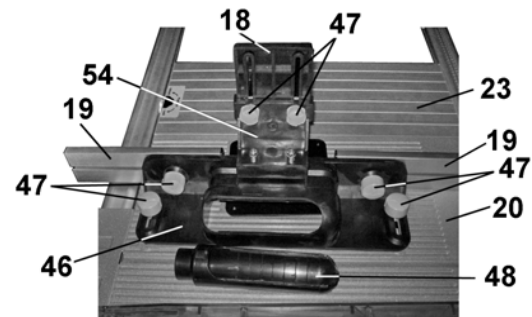

Рис.17
8.5.2. Болтовым соединением скрепите держатель планок (46) и держатель вертикальной планки (54), Рис.17. Держатель планок (46) закрепите на рабочем столе (20), Рис. 16-18. На держателе (46) установите и закрепите направляющие планки (19), вставьте (задвигая) патрубков (49), Рис.16-18. На держателе (54) установите и закрепите прижимную планку (18), Рис.17.